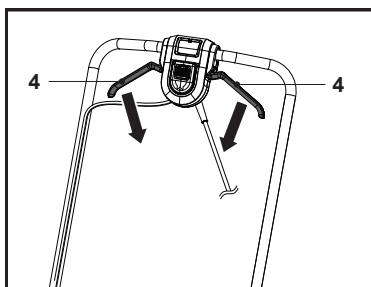

Fig. 16
Suelte las palancas de arranque (4) para detener el motor y la cuchilla (23) (Fig. 16).